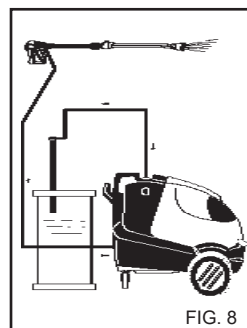

FIG. 8
- 3) Depois de usar o detergente, enxágue o circuito de sucção; enfie o tubo de sucção (fig. 8) de detergente num tanque contendo água limpa e faça com que a bomba funcione por um minuto com a torneira de dosagem completamente aberta e com a lança em fase de saída de detergente.
**4)** Depois da utilização do detergente, enxágue o circuito de sucção; enfile o tubo de sucção (fig. 8) de detergente num tanque contendo água limpa e faça com que a bomba funcione por 1 minuto com a torneira completamente aberta e com a lança em fase de saída de detergente.